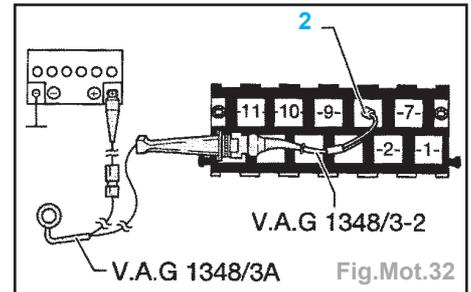

Fig.Mot.32
- commande à distance **VAG 1348/3A** branchée sur l'emplacement du fusible de la pompe à carburant (permet la mise en route de la pompe à carburant) (Fig.Mot.32).